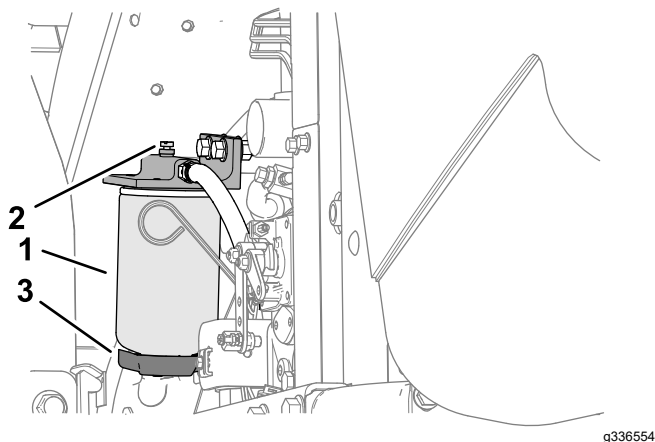

Figura 73
4. Allentate la valvola di spurgo situata nella parte inferiore della scatola del filtro (Figura 73).
3. Pulite la superficie circostante la scatola del filtro (Figura 73).